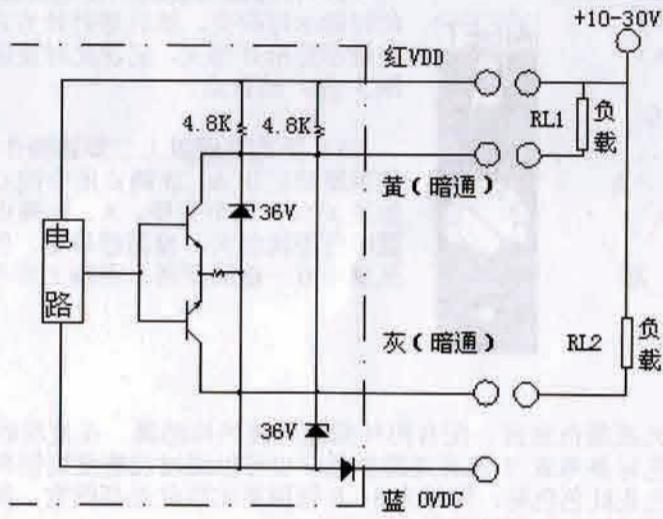

图 2
2. 接线: 本传感器引线为 4 根,按颜色区分。用户应参照图 2 进行接线。该光电传感器引线: 红、蓝分别为正负电源线,接直流电源; 黄色为亮通输出线,灰色为暗通输出线,这两条线作为传感器的 NPN 型开关控制输出,用户应根据需要选用一根,另一根绝缘隔离。